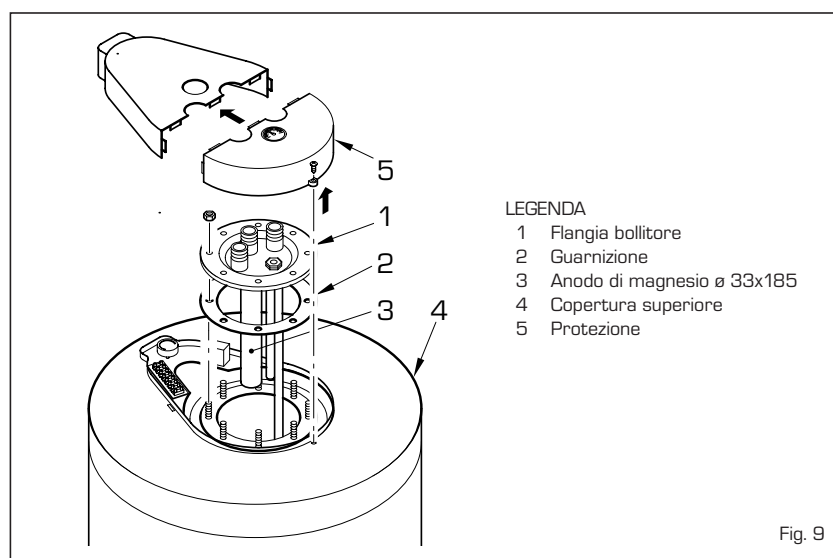

Fig. 9
3.3.2 Anodo di protezione bollitore (fig. 9)
Il bollitore "BA100 - BA150 - BA200" è dotato di anodo di protezione al magnesio (fig. 9). Questo anodo anticorrosione in condizioni di esercizio normali ha una durata di 5 anni. Sarebbe comunque opportuno controllarne l'erosione annualmente e sostituirlo qualora risulti consumato.